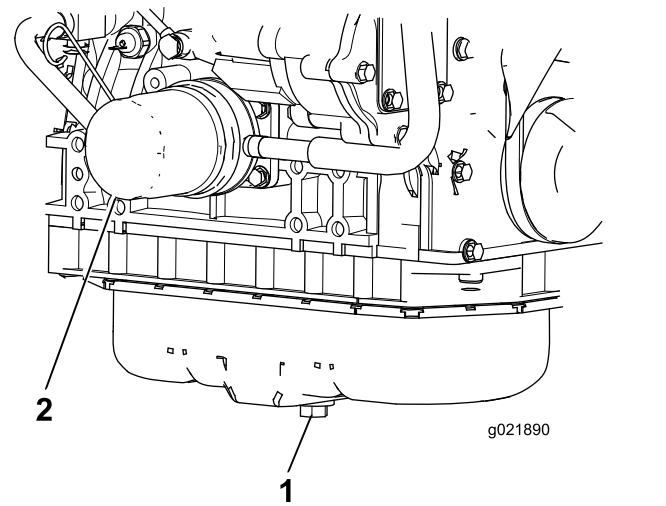

Figure 69
1. Retirez le bouchon de vidange (Figure 69) et faites couler l'huile moteur dans un bac de vidange. Remettez le bouchon en place lorsque la vidange d'huile est terminée.
2. Déposez le filtre à huile (Figure 69). Appliquez une fine couche d'huile propre sur le joint du filtre de rechange avant de le visser en place. **Ne serrez pas excessivement.**